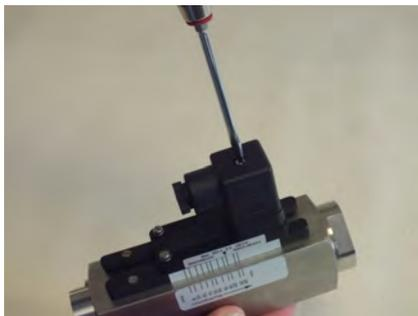

Abb. 23: Steckerdose lösen
1. ➤ Lösen Sie die Befestigungsschraube (Abb. 23) von der Steckerdose
9. ➔ Stecken Sie die Steckerdose auf den Gerätestecker. Ziehen Sie die Befestigungsschraube (Abb. 23/1) an